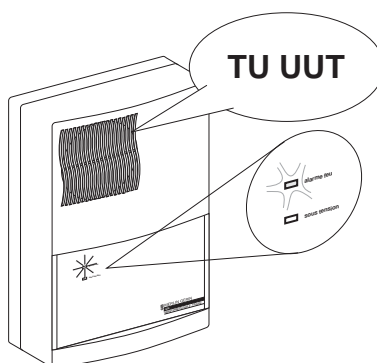

fig. 8
- le voyant rouge s'allume (figure 8)